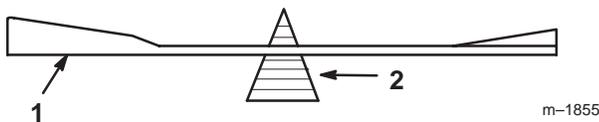

Figure 49
2. Vérifiez l'équilibre de la lame en la plaçant sur un équilibreur (Fig. 49). Si la lame reste horizontale, elle est équilibrée et peut être utilisée. Si la lame est déséquilibrée, limez un peu l'extrémité de la partie incurvée seulement (Fig. 49). Vérifiez de nouveau et répétez la procédure jusqu'à ce que la lame soit équilibrée.